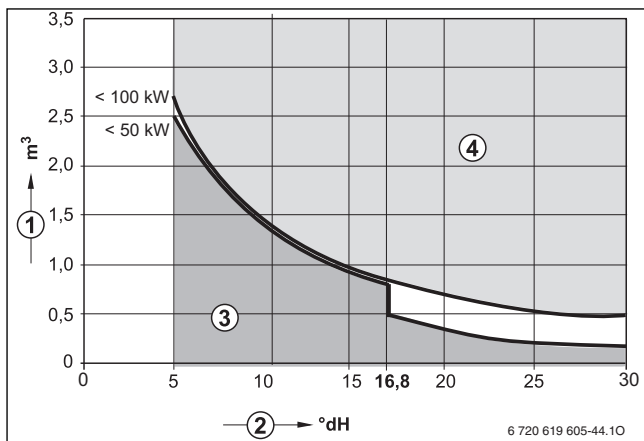

Bild 6 Anforderungen an Füllwasser für Einzelgeräte bis 100 kW
- Ausschließlich unbehandeltes Leitungswasser verwenden (Diagramm in Bild 6 dabei berücksichtigen).
Zur Überprüfung der zugelassenen Wassermengen in Abhängigkeit der Füllwasserqualität dient das Diagramm in Bild 6.
- Wenn die tatsächlich benötigte Füllwassermenge größer ist als das Wasservolumen über die Lebensdauer (→ Bild 6), ist eine Wasserbehandlung erforderlich. Dabei nur durch Buderus freigegebene Chemikalien, Wasseraufbereitungsmittel o. Ä. einsetzen.